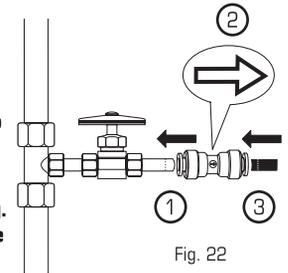

Fig. 22
6. Conecte el tubo del suministro de agua fría al lado de la rejilla del Conector de suministro (1). La flecha dentro del círculo muestra la dirección del flujo del agua (2). Inserte el tubo ROJO conectado al grifo auxiliar en el extremo opuesto del conector de suministro (3) (Fig. 22).
Conector de suministro instalado incorrectamente (mira hacia la dirección incorrecta).	Verifique la instalación (pág. 4, Fig. 22).
La rejilla del Conector de suministro con controlador de flujo puede estar tapada.	-Cierre el suministro de agua fría y drene el agua de la tubería abriendo el grifo. -Retire el tubo del lado de la rejilla del conector de suministro con controlador de flujo del tubo de suministro de agua fría (pág. 9, Fig. 32; pág. 4, Fig. 22). -Limpie la rejilla con un cepillo y vuelva a insertar el tubo (pág. 4, Fig. 21).